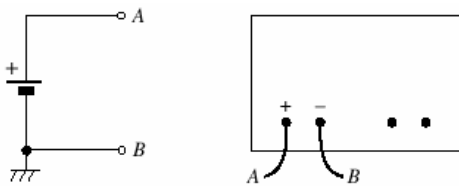

Fig. S9.
**Alimentazione singola.** In fig. S9 sono illustrati i collegamenti da effettuare per applicare ad un dato circuito una singola alimentazione. Il terminale B, che costituisce la massa di riferimento del circuito, viene connesso al terminale 7 dell'alimentatore mentre al terminale 5 viene collegato il morsetto A del circuito.